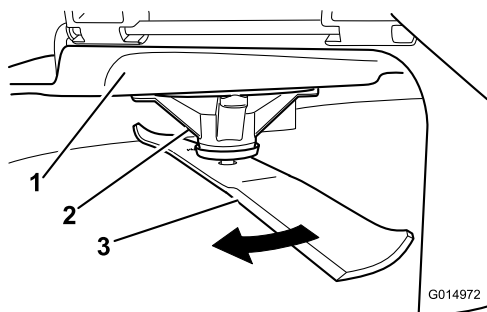

Figura 70
2. Usando luvas almofadadas ou outra proteção adequada para as mãos, rode lentamente lâmina para uma posição que lhe permita uma medição da distância entre a extremidade de corte e a superfície nivelada onde a máquina está (Figura 70).